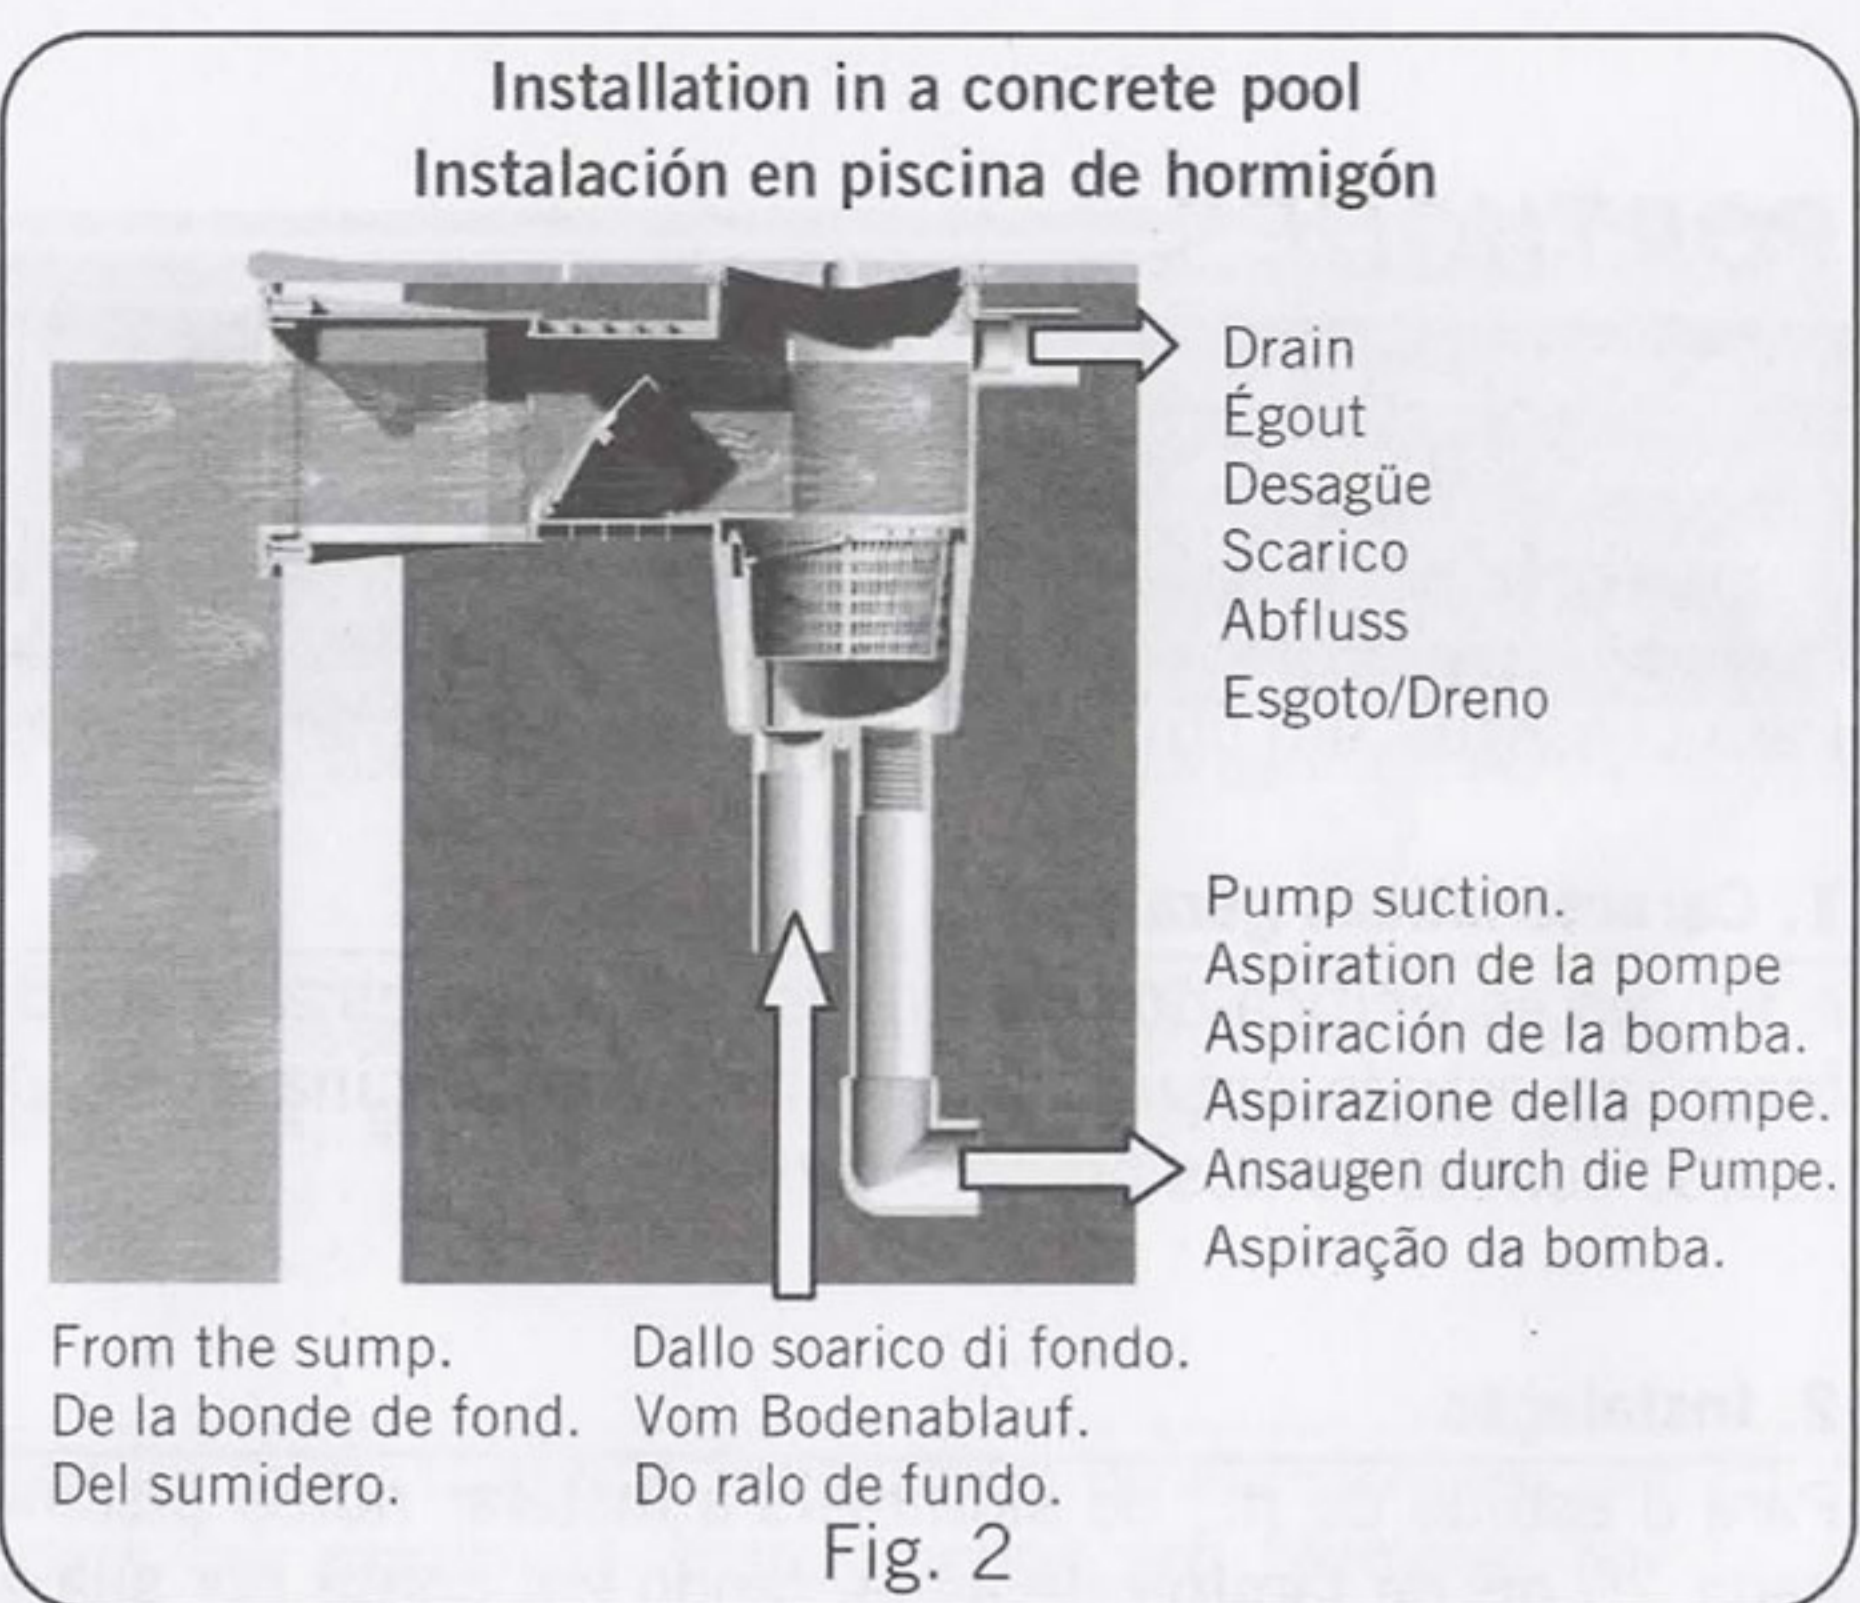

Fig. 2
Die Montage wird den Anweisungen in Abb. 2 und 3 entsprechend durchgeführt, je nachdem, ob es sich um ein Betonschwimmbecken oder ein Fertigschwimmbecken handelt.
- Falls das Wasserniveau im Schwimmbecken zu hoch ist, ist am Skimmer ein Anschluss vorgesehen, für den Ablauf des Wassers zum Abwasserkanal (Abb.2).
- Für den Fall, dass der Wasserspiegel zu niedrig ist, hat der Skimmer einen Wasseranschluss für den Bodenablauf, welcher gestattet, gleichzeitig von diesem Wasser anzusaugen, wodurch vermieden wird dass evtl. Luft angesaugt werden kann. Dadurch wird das Filtersystem in keinem Fall gestört (Abb.2).